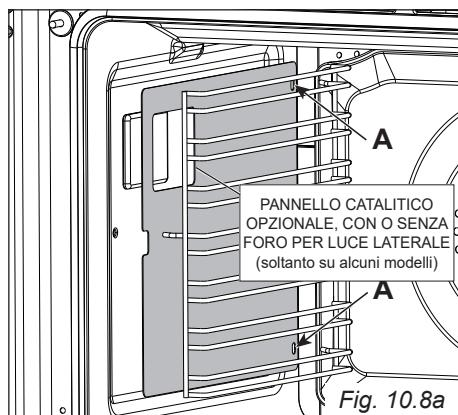

Fig. 10.8a
- Inserire le estremità posteriori (rebbi) del telaio laterale nei fori "A" nella parte posteriore del forno (fig. 10.8a);